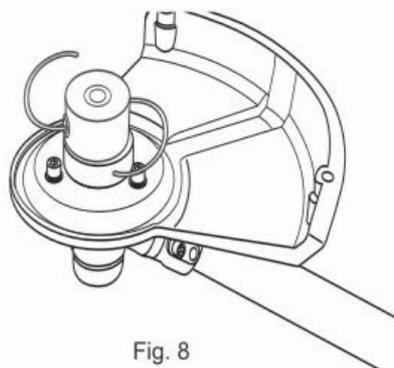

Fig. 8
3. Fixer la tête de désherbage avec un boulon et une rondelle (Fig. 8).